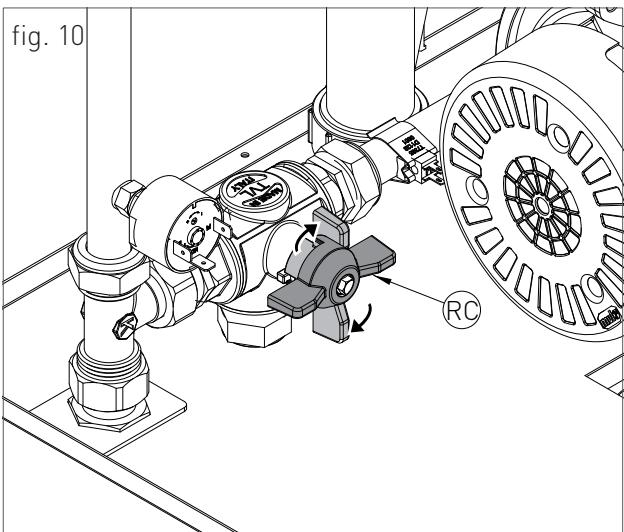

fig. 11
- › Activer le mode de recirculation en appuyant simultanément sur les boutons 'R' et '–' du tableau de commande (figure 11). L'activation du mode de recirculation est affichée sur le tableau de commande par le 'rc'.